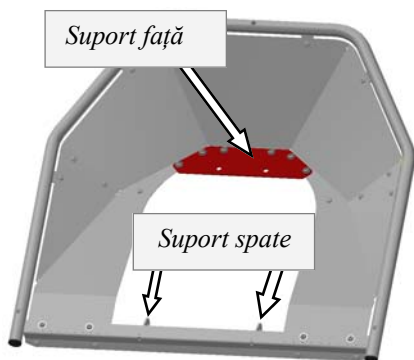

FIG.22 Protecție interioară
- este format dintr-o protecție interioară din oțel inoxidabil" (Fig. 22) și o protecție exterior cu cadru tubular și prelată de protecție (Fig. 23). **Când lucrați, ambele protecții trebuie montate pe utilaj.**